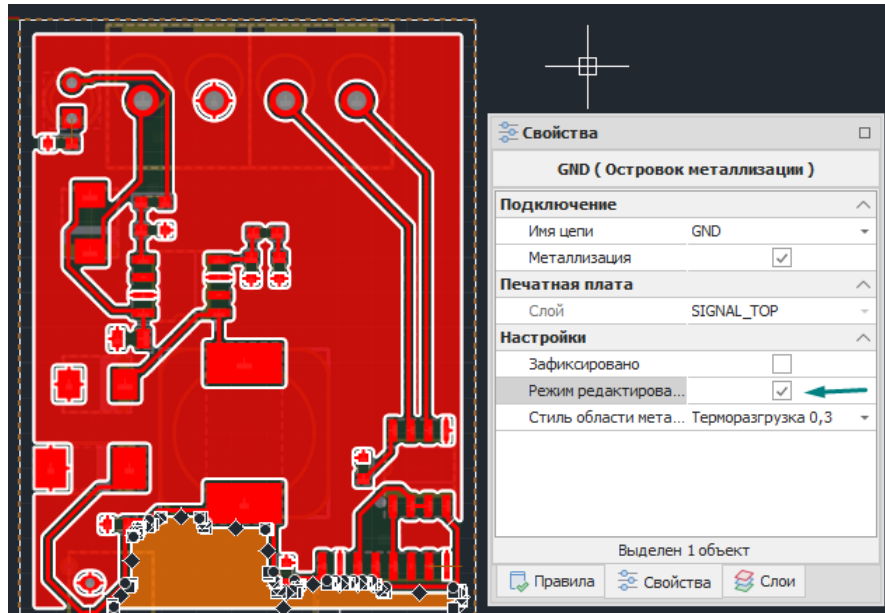

Рис. 417 Разрешение редактирования островка металлизации
2. Отметить флагом чек-бок «Свойства» → «Настройки» → «Режим редактирования», см. Рис. 417.